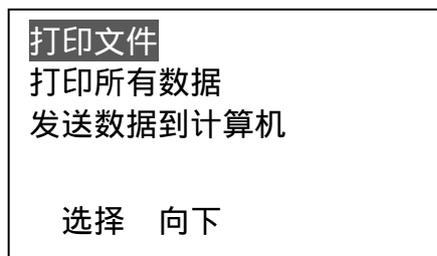
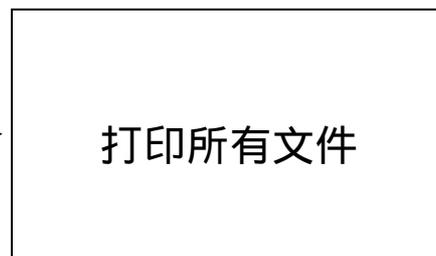

图 42
图 43
- k. 用 或 键将光标移至打印所有数据位置，按←键确认打印所有存储值，打印完成有蜂鸣声提示，显示返回菜单状态，打印信息显示（如图 42 和图 43）：